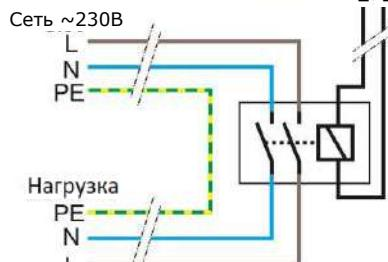

Рис. 16-10 Подключение реле к выходу Н
В случае подключения тэна необходимо применить реле, подключенное как показано на рисунке Рис. 16-10. Провод соединяющий контроллер с реле не должен иметь большего сопротивления чем 1Ω (смотри Таблица длины и сопротивления проводов в разделе посвящённом компенсации длины проводов 19.2.1).
- Однополярно с возвратной пружиной:** В случае использования данного клапана, нужно подключить его к выходу **Н** через реле так, как показано на Рис. 16-10.